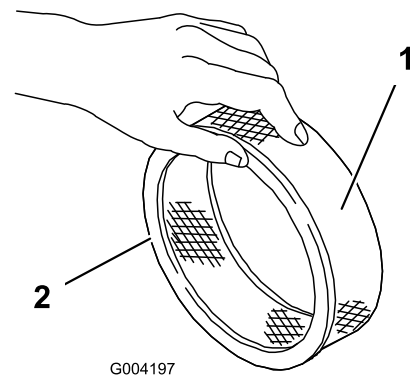

Figura 19
5. Inspeccione el elemento de papel por si estuviera roto, tuviera una película aceitosa o la junta de goma estuviera dañada (Figura 19).
1. Deslice cuidadosamente el pre-filtro de gomaespuma sobre el elemento de papel (Figura 19).